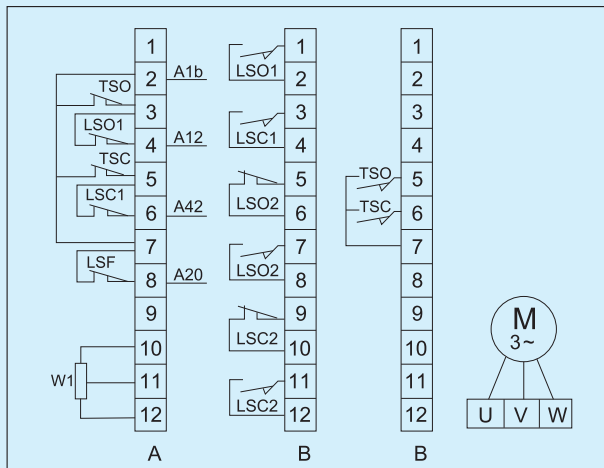
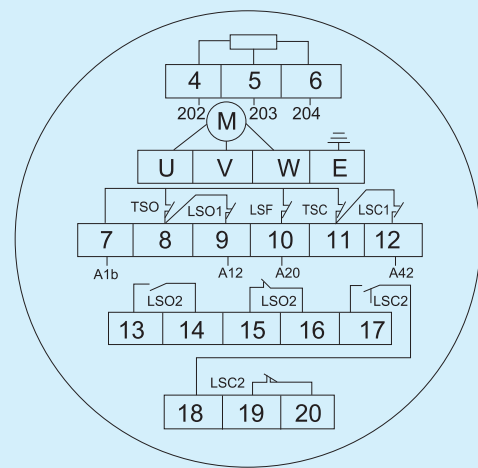

图12 户外型端子接线图
图13 防爆型端子接线图
6.2 常规户外型及隔爆型电动装置端子接线图见图12、图13